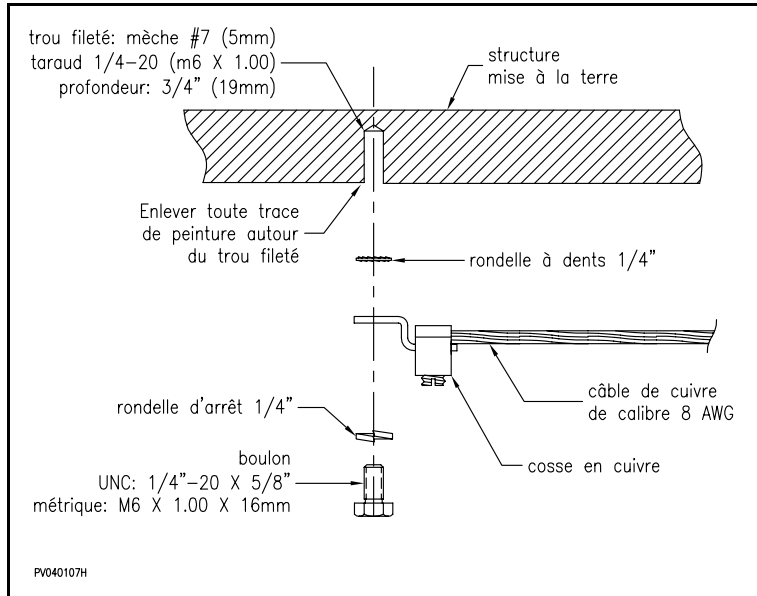

Figure 36 : Raccordement du fil de mise à la terre à la structure
2. Connecter le fil de cuivre AWG #8 à la structure tel qu'illustré à la Figure 36 : "Raccordement du fil de mise à la terre à la structure".